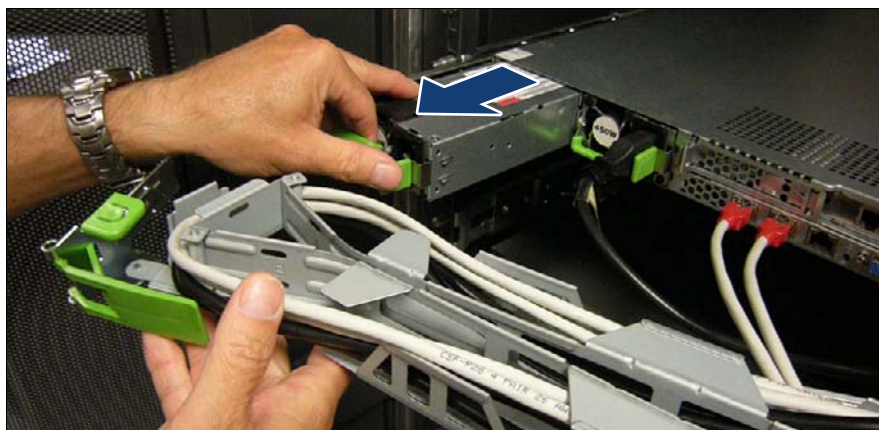

図 34: 電源ユニットの取り外し
- ▶ 電源ユニットを取り外し (図 34 を参照)、新しい電源ユニットを慎重に取り付けます。